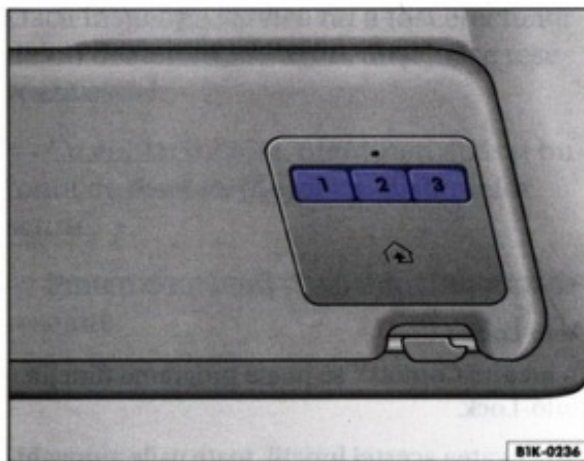

Fig. 1 Unitatea de comandă: Tastele și unitatea de emisie pentru telecomanda programabilă, în parasolar
Pe tastele ⇒ fig. 1 ①, ② și ③ se pot memora funcțiile a maxim trei telecomenzi diferite (de ex. pentru deschiderea porții garajului, pentru alarma din casă sau pentru instalațiile electrice).
- Apăsăți tastele ⇒ fig. 1 ① și ③ până când lampa de control de deasupra tastei ② începe să clipească. Apoi eliberați ambele taste. Astfel se șterge reglajul efectuat din fabricație. Acest procedeu nu trebuie repetat pentru programarea celorlalte taste. Dacă veți menține tastele apăsată mai mult timp, reglajul din fabricație se reia. Trebuie să începeți din față.
- Mențineți telecomanda produsului (de ex. dispozitivului de deschidere a porții garajului) la o distanță de circa 0 - 30 cm față de tastele din parasolar ⇒ fig. 1.
- Apăsăți și mențineți tasta dorită de pe telecomandă împreună cu tasta ①, ② sau ③, până când lampa de control de deasupra tastei ② clipește mai întâi rar, apoi des.
- Apăsăți tasta corespunzătoare de pe parasolar ⇒ fig. 1, pentru a executa funcția dorită ⇒ ⚠
- Mențineți telecomanda produsului (de ex. dispozitivului de deschidere a porții garajului) la o distanță de circa 0 - 30 cm față de unitatea de emisie ⇒ pagina 4, fig. 1".
- Apăsați și mențineți apăsată tasta de pe telecomandă împreună cu tasta ①, ② sau ③, până când lampa de control de deasupra tastei ② clipește mai întâi rar, apoi des.
- Cel târziu la 30 secunde după apăsarea "tastei de reglare" de la motorul de acționare trebuie să apăsați tasta ⇒ pagina 4, fig. 1" ①, ② sau ③. Apăsați aceeași tastă încă o dată, pentru a în-
- Apăsați simultan tastele ⇒ pagina 4, fig. 1" ① și ③ până când lampa de control de deasupra tastei ② începe să clipească rapid. Apoi eliberați ambele taste. Toate programările sunt anulate.